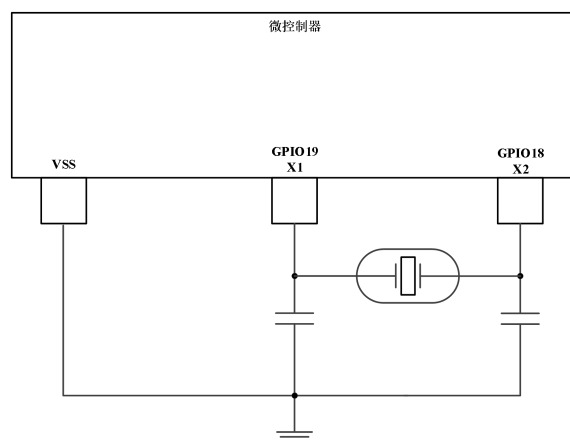

图 6-11. 外部晶振
- 外部晶体。如图 6-11 所示，晶体应连接在 X1 和 X2 之间，其负载电容器连接至 VSS。